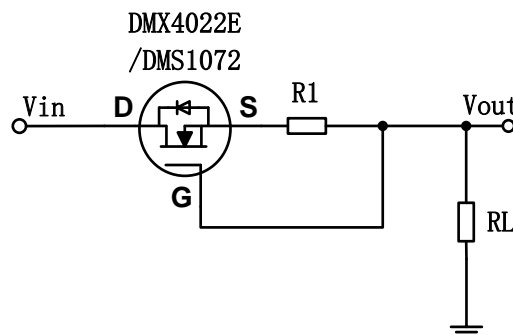

图 3. 耗尽型 MOSFET 实现过流、过压保护的应用电路
- 如图 3 所示电路是利用耗尽型 MOSFET 的亚阈值电压特性实现过流、过压保护的。当电路工作时，电阻 R1 两端的电压值 ($V_{R1} = -V_{GS}$) 不会超出耗尽型 MOSFET 的阈值电压范围 (即 $0 \leq V_{R1} \leq |V_{GS(OFF)}|$)，因此，通过 R1 的电流也会被限制在一定范围内 ($I = V_{R1}/R1$)，这样就实现了对电路的限流保护。
- 该电路实现过流、过压保护的主要原理与图 3 电路基本一致。
- 该电路实现过流、过压保护的主要原理与图 3 电路基本一致。不过当电路触发过流、过压保护功能时，仅是电流方向为 D→S 的 MOSFET 实现保护作用。对于另外一颗 MOSFET，当电流较小、其体二极管还未正向导通时，电流会从其沟道流过；当其体二极管正向导通后，电流会同时从沟道、体二极管流过。